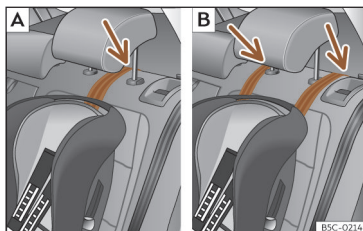

Fig. 45 Bancos traseiros: ajuste e montagem em função do cinto Top Tether.
- **Bancos traseiros:** passe a correia por baixo do encosto de cabeça (em função das instruções da própria cadeira, levante ou retire o encosto de cabeça se for necessário) >>> **Fig. 45.**